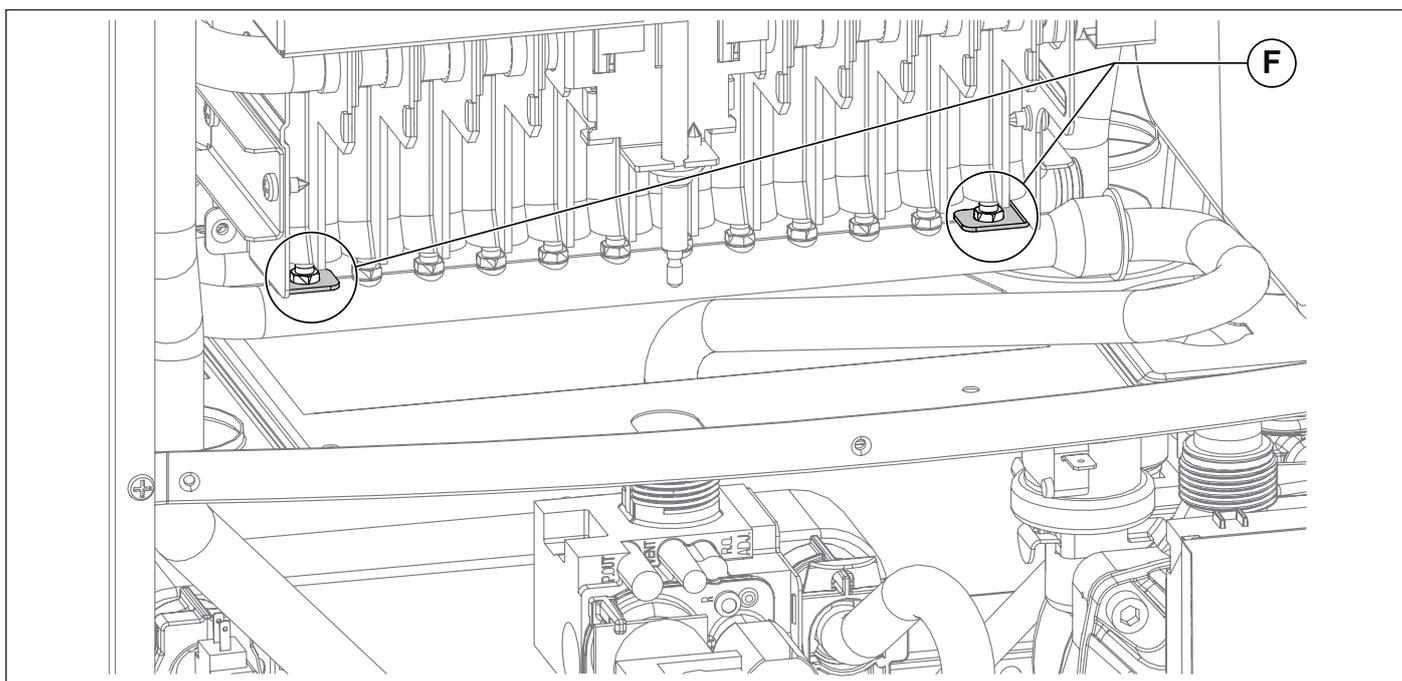

Fig. 17 Centraggio degli ugelli
- Quando si inserisce il nuovo collettore, fare in modo che i primi ugelli a sinistra e i primi ugelli a destra siano correttamente centrati negli appositi fori predisposti **F** (vedi Fig. 17 Centraggio degli ugelli).